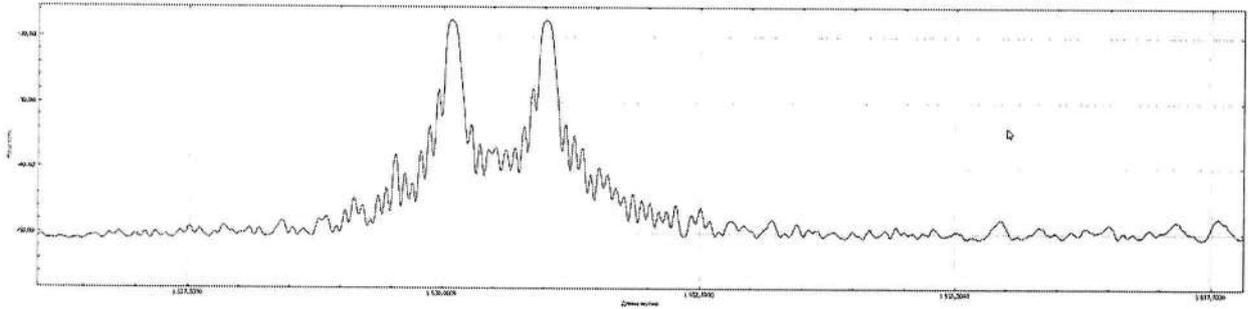
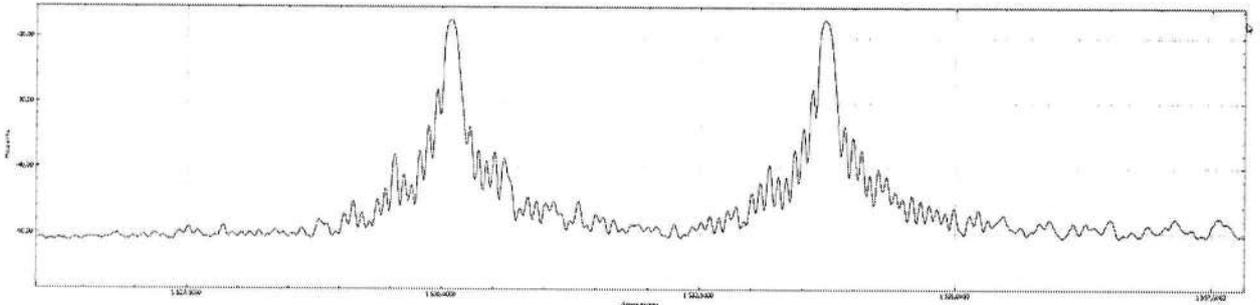

Рисунок 4 – Спектр до выкручивания транспортировочного винта (заблокированное состояние)
Рисунок 5 – Спектр после выкручивания транспортировочного винта (разблокированное состояние, рабочее)
– в процессе выкручивания транспортировочного винта на спектре будет наблюдаться увеличение длины волны рабочей ВБР, на величину 2,3–2,7 нм (рисунок 4, рисунок 5);